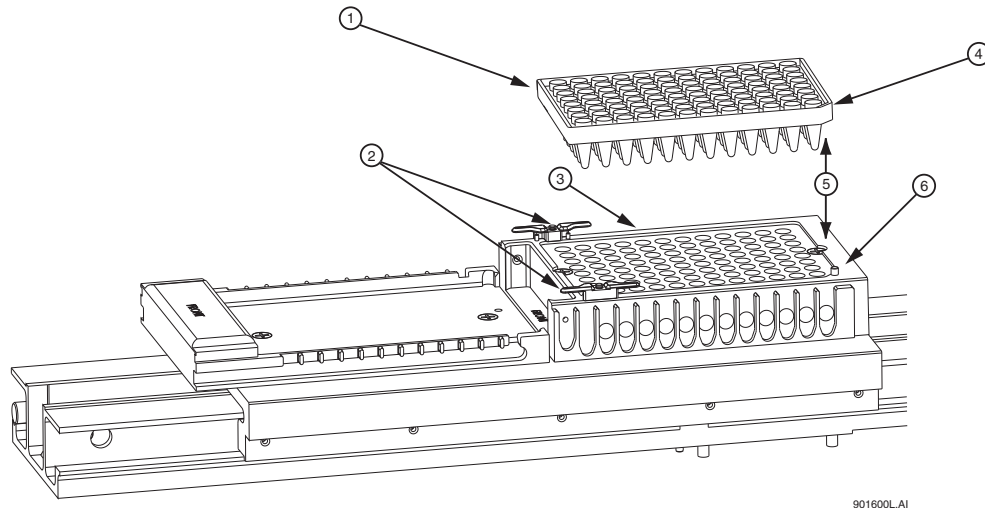

图 9.19 加载样品板
2. 用样品板凹角对齐样品板导销，然后轻轻将板降低到对应位置（图 9.19）。